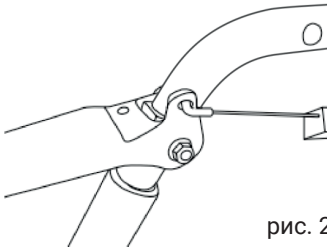
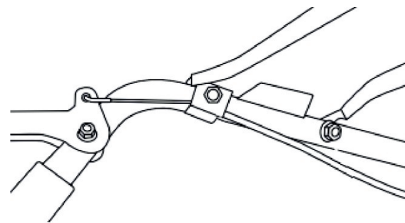

рис. 22
рис. 23
1. Прикрепите ручку к панели управления и закрепите её болтами вместе с держателем кабеля (рис. 22) или шайбами (рис. 23).